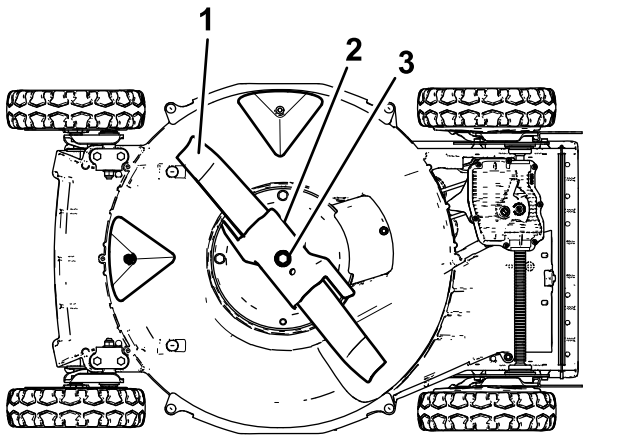

Figura 25
4. Vuelque la máquina hacia su lado **derecho** (limpiador de aire hacia arriba), según se muestra en Figura 25.